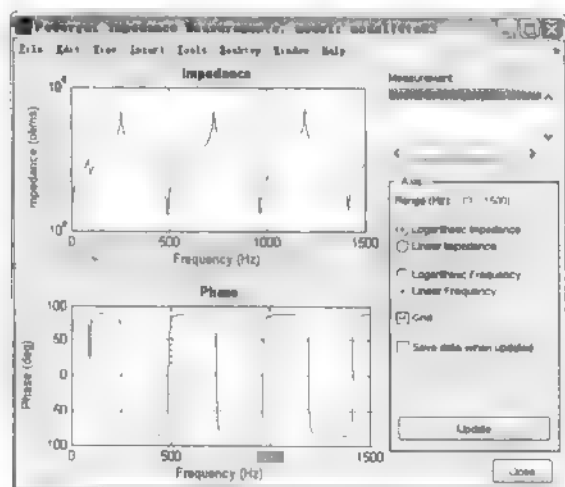

图 14.25 结果分析窗口
(3) 双击 powergui 模块, 在 Tools menu 中单击 Impedance vs Frequency Measurement 选项, 弹出如图 14.25 所示数据显示窗口。
(4) 选择 model14to03.mdl 模型窗口的 Simulation/Configuration parameters 命令。在